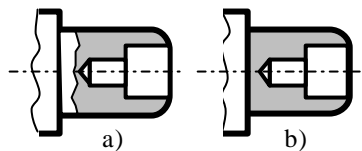

Fig. 6.7.
T.6.7. Care reprezentare este corectă (fig. 6.7)?